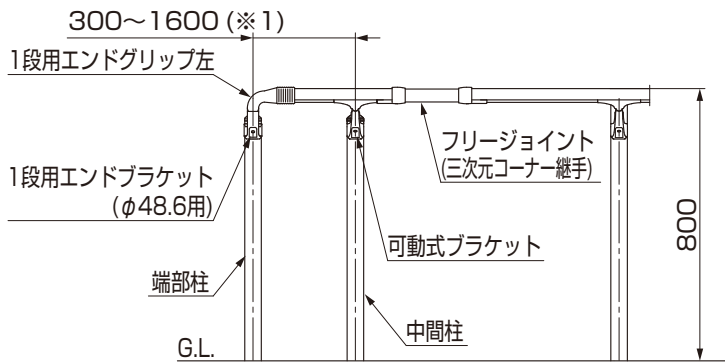
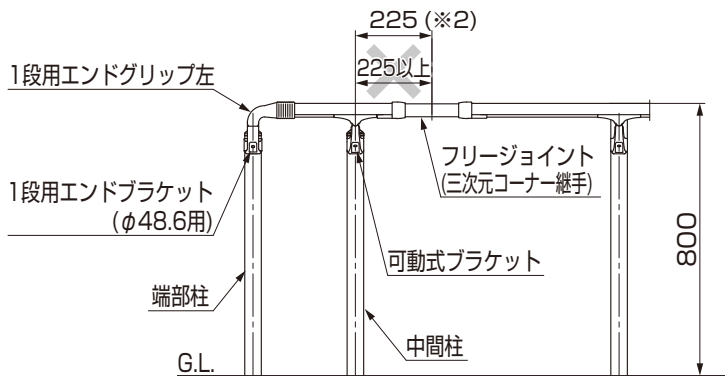

図11-1
図11-2
- 端部柱と中間柱の柱ピッチは300~1600mm(※1)を必ず守ってください。ただし中間柱地点で梁を継ぐ場合は380~1600mmになります。(図11-1参照)
- 中間柱からのフリージョイント(三次元コーナー継手)の飛出し寸法は225mm(※2)を必ず守ってください。(図11-2参照)
- 「図11-1」、「図11-2」のような施工でアルミ柱を使用している場合は、フリージョイントを使用しないでください。